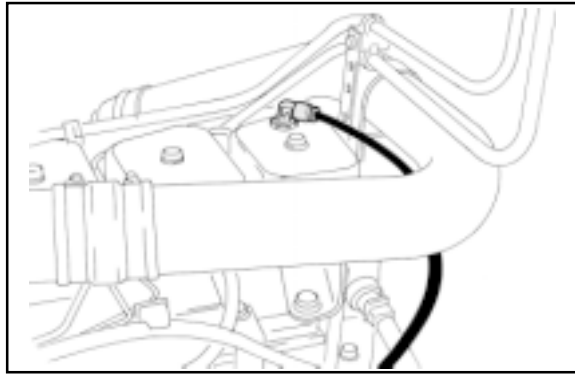

fig. 17 Conexión del conducto de presión
- Montar un acople de inserción en ángulo (fig. 17) sobre la cubierta de válvulas, tubo de llenado o sobre cualquier otra conexión ya existente, para el llenado.